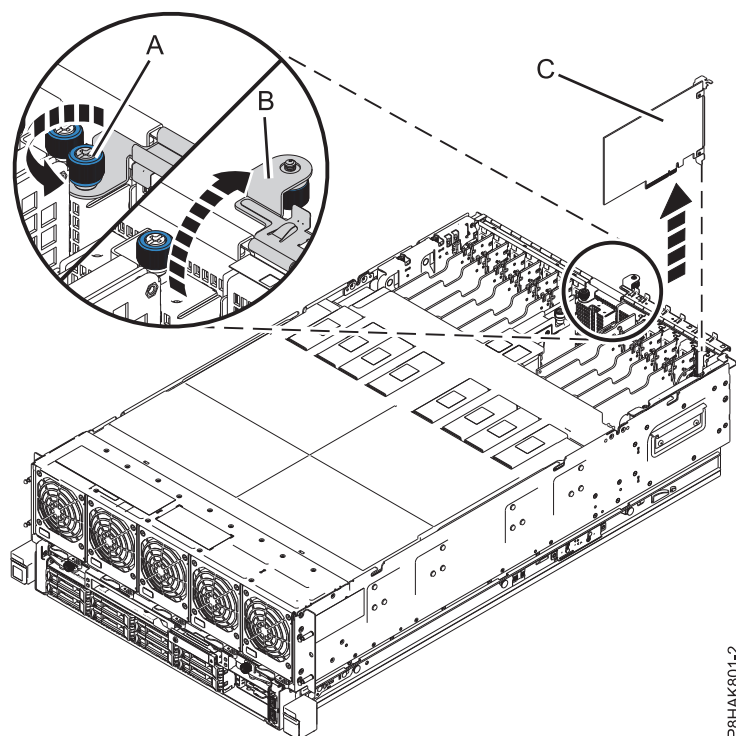

Figura 21. Remover um adaptador PCIe do sistema 8408-44E ou 8408-E8E
- a. Desaparafuse o parafuso de aperto manual da calha de retenção de E/S até este estar completamente solto. Consulte **(A)** na Figura 21 na página 33.
- b. Abra a calha de retenção de E/S rodando-a para cima e para fora do sistema. Consulte **(B)** na Figura 21 na página 33.
- c. Segure cuidadosamente no adaptador **(C)** pela extremidade superior ou pelos contrapontos e remova o adaptador da ranhura, tal como é demonstrado na Figura 21 na página 33.